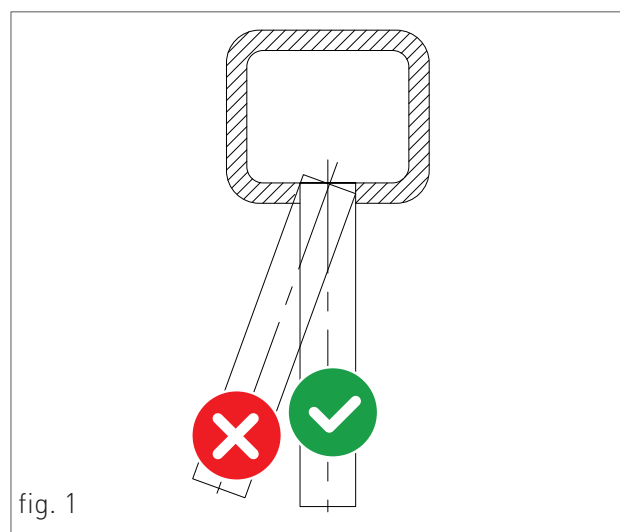

fig. 1
- › Il condotto di scarico deve essere perpendicolare con la parete interna opposta del camino o della canna fumaria (fig. 1).